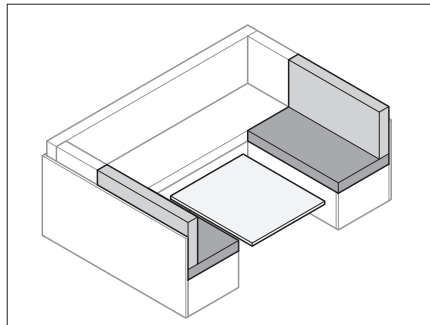

Fig. 70 Transformar la mesa
- Transformar la mesa (Fig. 70) en base de cama (véase apartado 7.7).